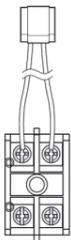

Fig.1
- 1) Trovare un kit morsettiera per riscaldatore di supporto (Fig. 1).